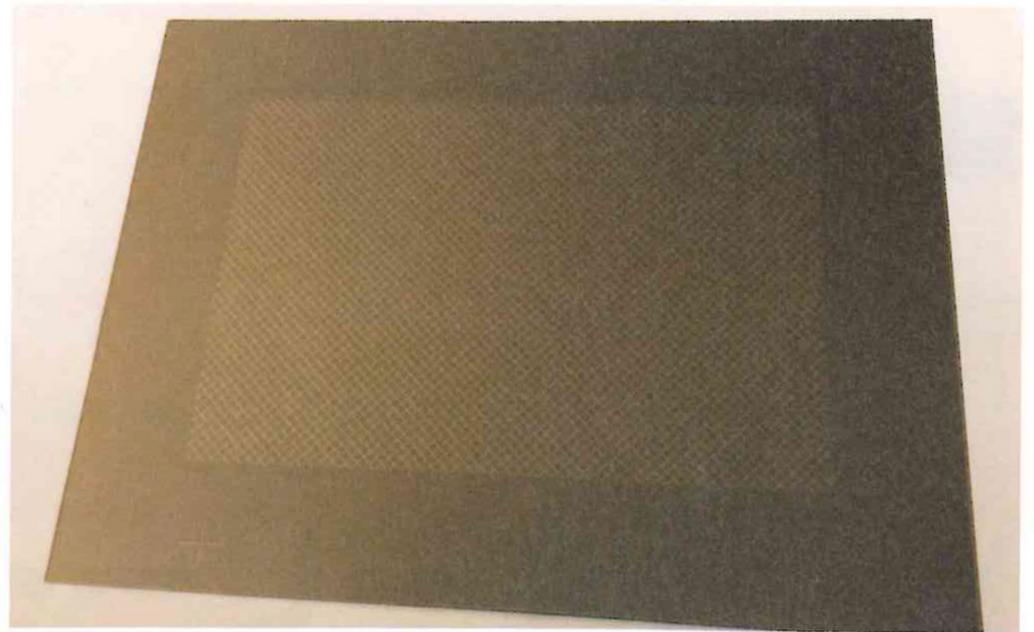
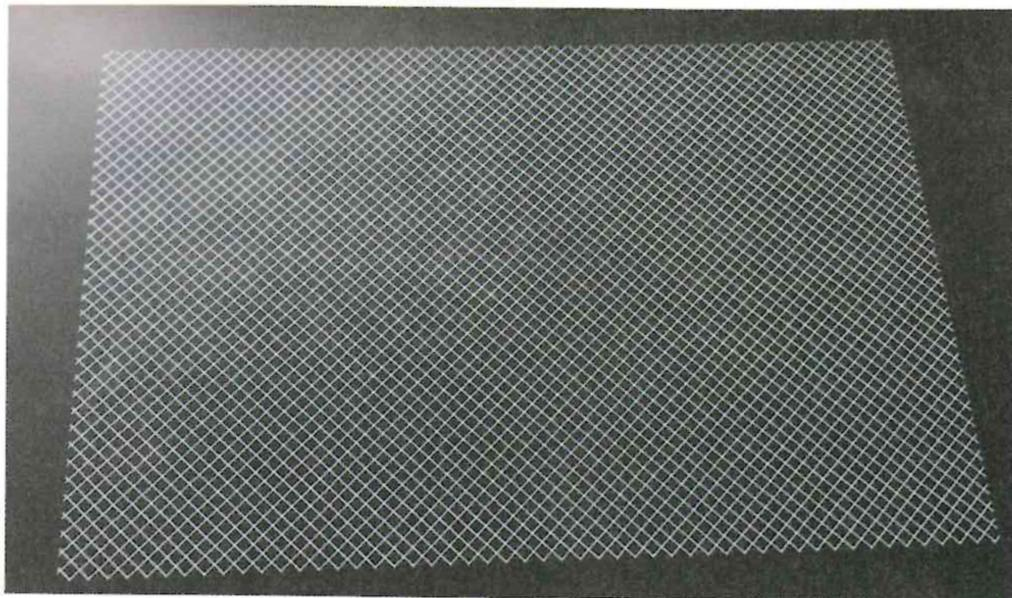

図2 CADデータを基に印刷版を作成目に見えない静電潜像ができる)
図3 トナーで現像 (静電潜像が見える)
- ③ CADデータを基に印刷版を作成する。（図2）
- ④ フィルムに印刷版を重ねて電圧を印加する。（目に見えない静電潜像ができる）
- ⑤ トナーで現像する。（目に見えない静電潜像が可視化する）（図3）